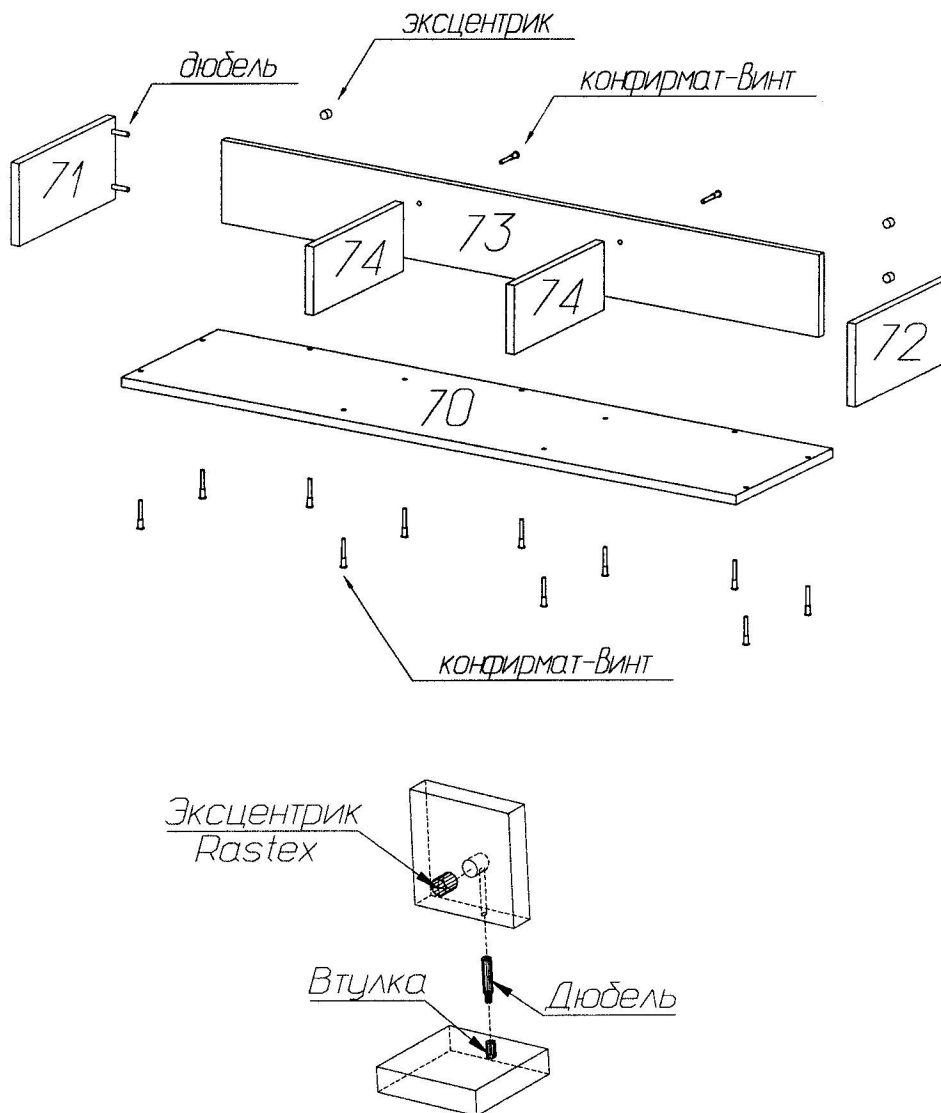

Рис.1
1. В заднюю стенку (73) в имеющиеся отверстия установить эксцентрики таким образом, чтобы стрелка была повернута в сторону отверстия в торце.
2. В установленные муфты эксцентриковых стяжек на боковых стенках (71), (72) ввернуть дюбели (рис.1).
1. В заднюю стенку (77) в имеющиеся отверстия установить эксцентрики таким образом, чтобы стрелка была повернута в сторону отверстия в торце.
2. В установленные муфты эксцентриковых стяжек на боковых стенках (71), (72) вернуть дюбели (рис.1).